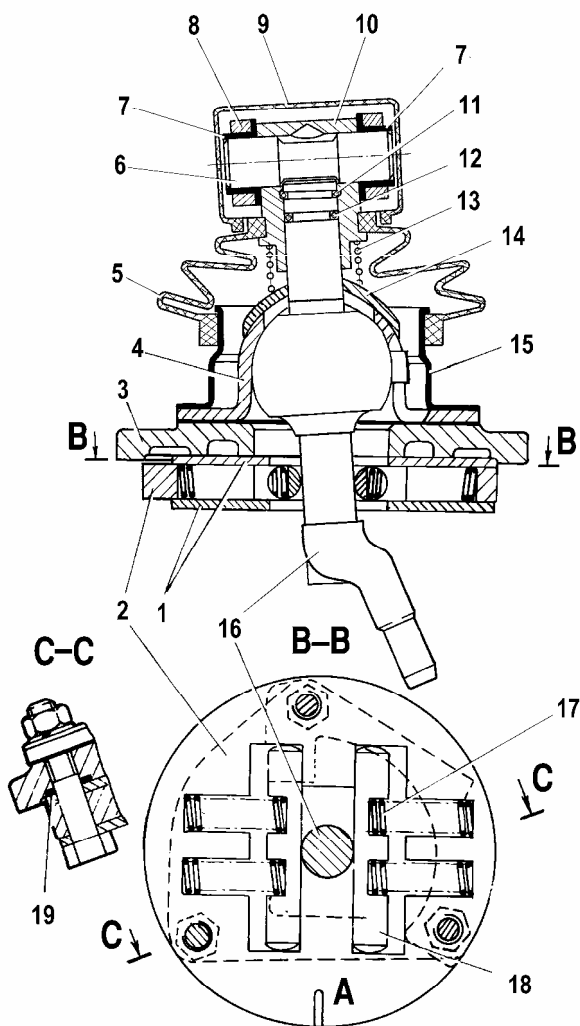

Рис. 3-28. Механизм выбора передач:
При необходимости разберите механизм выбора передач (рис. 3-28), для чего:
- отметьте визуально расположение деталей относительно риски А (см. рис. 3-28), нанесенной на направляющей пластине, чтобы при сборке соединить детали в том же положении;